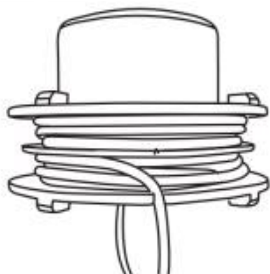

Fig. 67
4. Lämna till sist cirka 200 mm långa och stick in linorna i skårorna för att hålla dem på plats. (Bild 67)